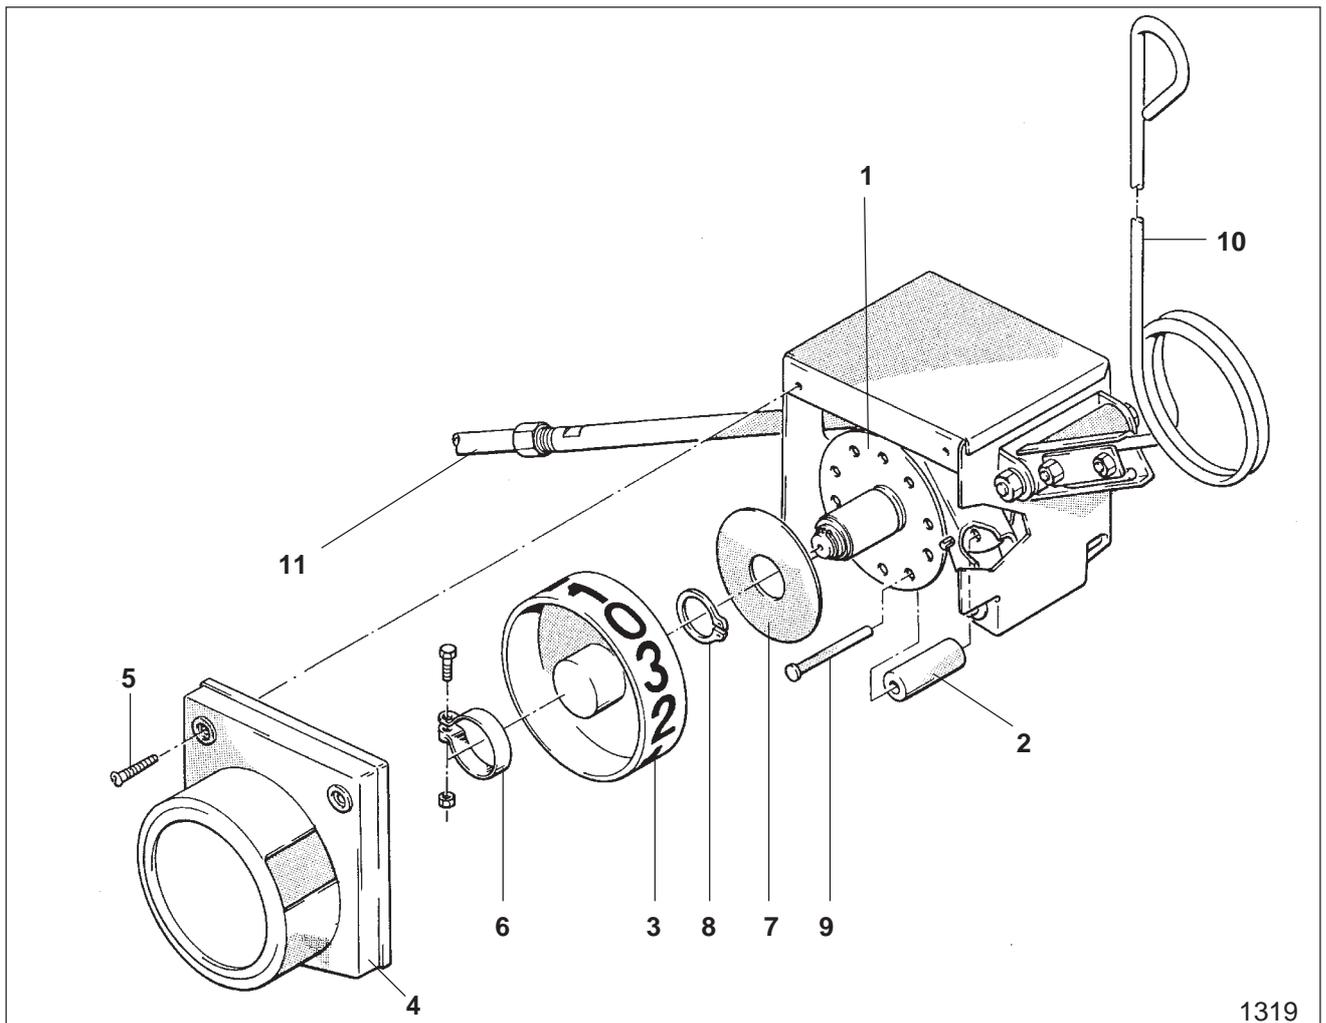

Fig. 18.33
- Sicherungsscheibe (Fig. 18.33/7) und Sicherungsring (Fig. 18.33/8) montieren.
- Anzeigerad (Fig. 18.33/3), wie in Kap. 18.9.2 gezeigt, mit neuem Kontrollstreifen versehen und auf dem Teilungsrade mit Hilfe der Schelle (Fig. 18.33/6) vorerst locker befestigen.
- Schaltkasten an der Bedienungsfeder (Fig. 18.33/10) durchschalten, bis das Klemmrohr (Fig. 18.33/11) von einer Schaltrolle (Fig. 18.33/2) angezogen und gehalten wird. Der Schutzdeckel (Fig. 18.33/4) wird an den Schaltkasten gehalten und das Anzeigerad (Fig. 18.33/3) so weit verdreht, bis die Zahl "0" am Fenster des Schutzdeckels zu sehen ist.
- Anzeigerad (Fig. 18.33/3) mit der Schelle (Fig. 18.33/6) festklemmen und den Schutzdeckel (Fig.
- Schaltkasten an der Bedienungsfeder (Fig. 18.33/10) durchschalten, bis sich das Anzeigerad (Fig. 18.33/3) mindestens dreimal vollständig gedreht hat und überprüfen, ob der Schaltkasten ordnungsgemäß arbeitet, d.h. in jeder "0"-Stellung das Klemmrohr (Fig. 18.33/11) anzieht.